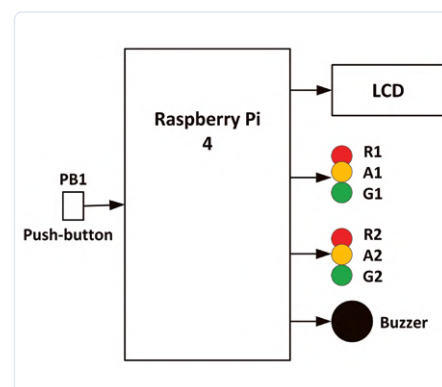
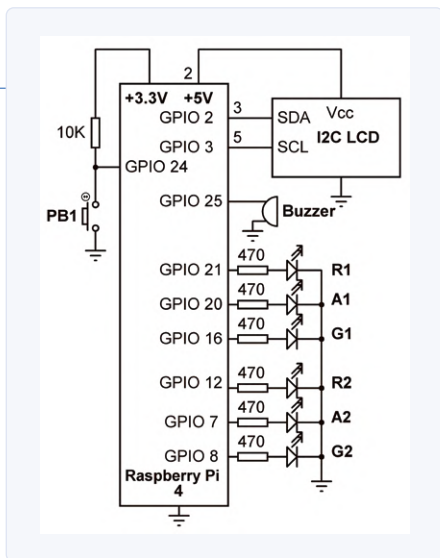

Bild 2. Blockdiagramm des Projekts.
Bild 3. Schaltplan des Projekts.
10 Sekunden, wenn die Fußgängertaste gedrückt wurde, eingestellt. Die Abfolge der einzelnen Ampelphasen ist wie gewohnt: Rot...Rot+Gelb...Grün...Gelb...Rot. **Bild 2** zeigt das Blockdiagramm des Projekts, **Bild 3** den Schaltplan. In diesem Projekt werden rote (R), gelbe (A) und grüne (G) LEDs verwendet, um die realen Ampeln darzustellen. Die folgenden Verbindungen werden zwischen dem Raspberry Pi und der Ampelanlage gelegt: